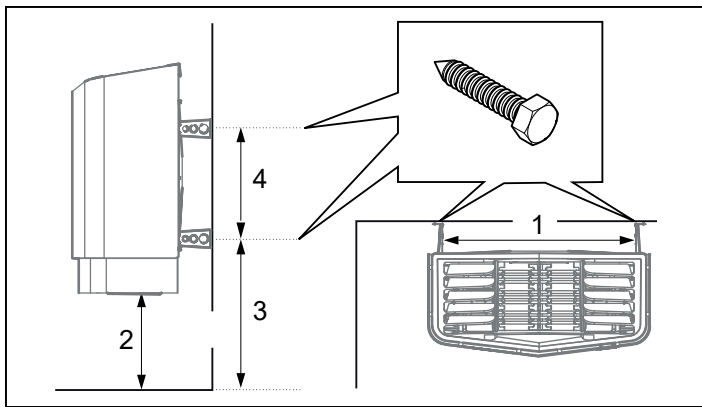

Fig 12: Måttsättning
6. Placera konsolskruvarna enligt måttsättning se Fig 12.